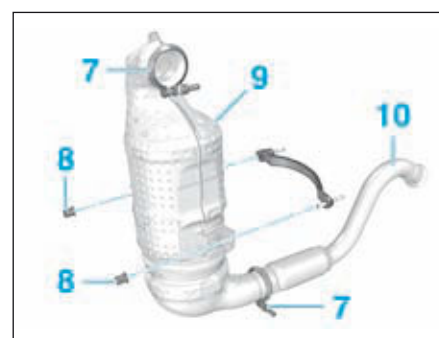

FIG.103
- Réaliser un prémontage afin d'ajuster la position du tube avant d'échappement (10), de l'ensemble catalyseur/filtre à particules (9), des écrous (8) et des colliers (7).
- Contrôler l'état du filetage de la sonde de température des gaz d'échappement (4).
- Lubrifier, avec de l'eau savonneuse, le filetage de la sonde de température des gaz d'échappement (4).
- Déposer (Fig.103) :
- les colliers (7),
- les écrous (8),
- l'ensemble catalyseur/filtre à particules (9) par le dessous du véhicule.